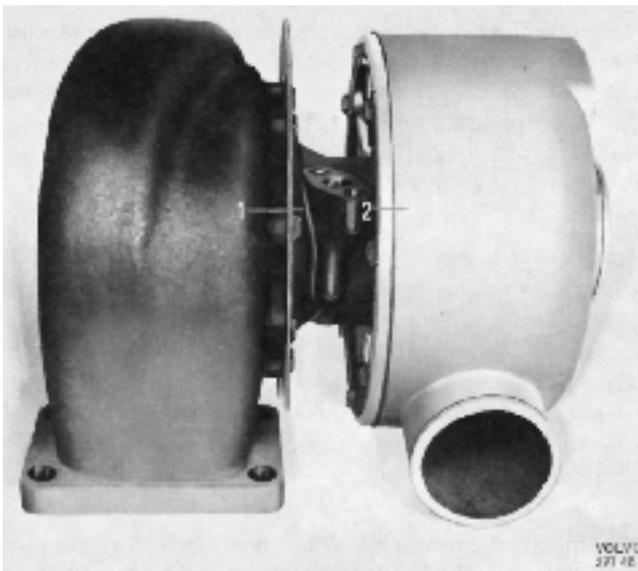

Fig. 99. 1 et 2 = repères
1. Marquer des repères entre le couvercle de compresseur et le carter de compresseur, entre le carter de roulement et le porte-palier ainsi qu'entre le carter de roulement et le carter de turbine (fig. 99).